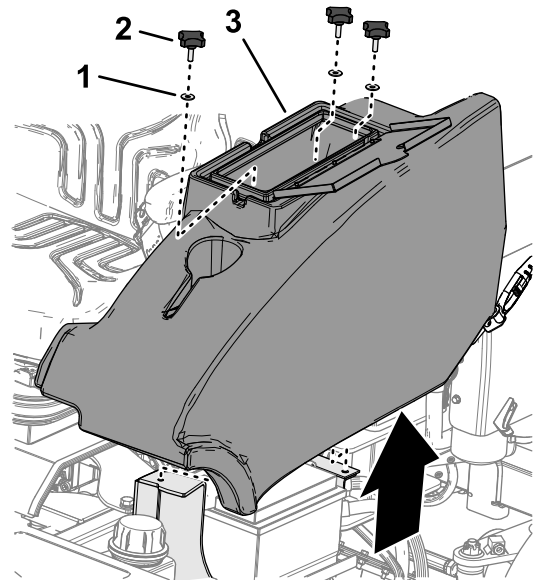

Figura 47
1. A la izquierda de la plataforma del operador, abra la puerta del compartimento de almacenamiento (Figura 47).
2. Retire los 3 pomos y las 3 arandelas que sujetan el compartimento de almacenamiento a la máquina, y retire el compartimento (Figura 47).